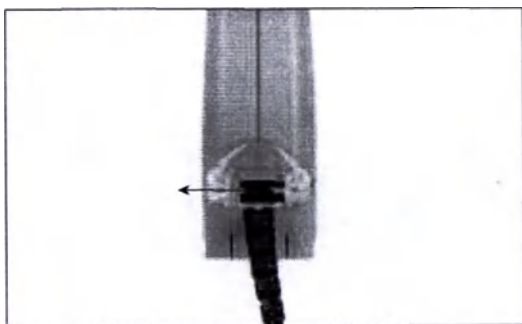

Рис. 22 Предохранительная защелка
7. Вставьте штыри длинной соединяющей детали в маленькие отверстия внизу аудиопроцессора. Закрепите соединение при помощи предохранительной защелки как показано на Рис. 22.
6. Вставьте штыри соединяющей детали длинной в маленькие отверстия внизу аудиопроцессора. Закрепите соединение при помощи предохранительной защелки (см. Рис. 22).